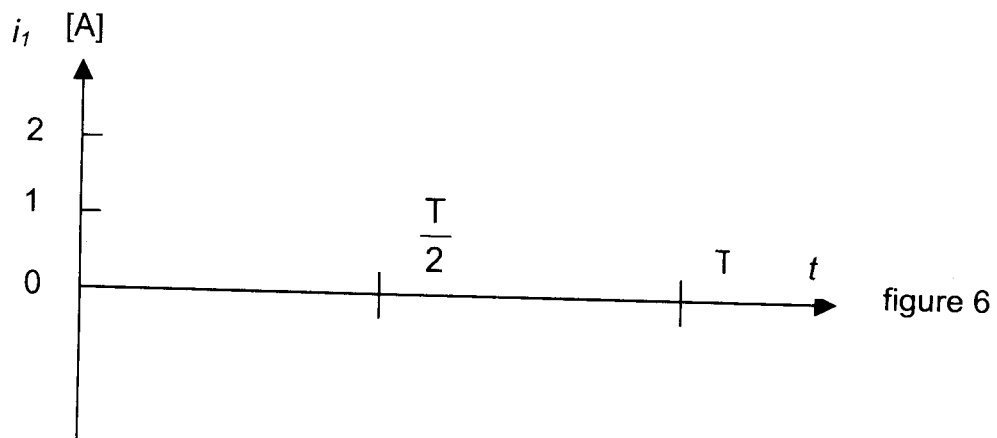

figure 6
- Donner l'allure du courant $i_1(t)$ traversant l'interrupteur T_1 sur une période (document réponse n°1 figure 6).